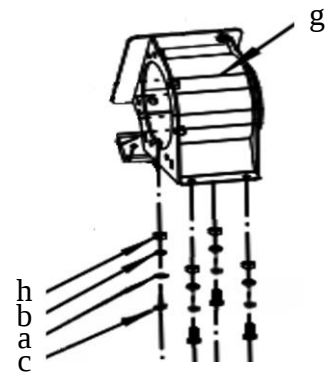

Fig. 3c
- Fixez la chambre de broyage à l'aide des contre-écrous (h), des rondelles élastiques (b), des rondelles plates (a) et des boulons hexagonaux (c) fournis. Reportez-vous à la Fig. 3c.